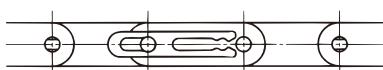

図18.クリップをピンの溝に挿入する
- 1) クリップは、RF2060・RS60以下のチェーンの継手リンクに使用しています。連結のときには、ピンに継手プレートを挿入後、クリップを継手リンクのピンの溝に確実に挿入してください（図18・19）。